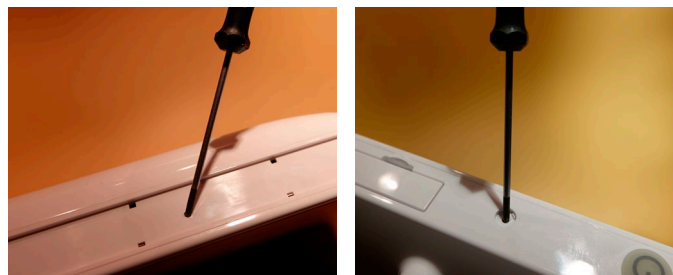

Рис. 6. Снятие винтов
- e) **Открутите винты на всех четырех сторонах устройства отображения (рис. 6)**